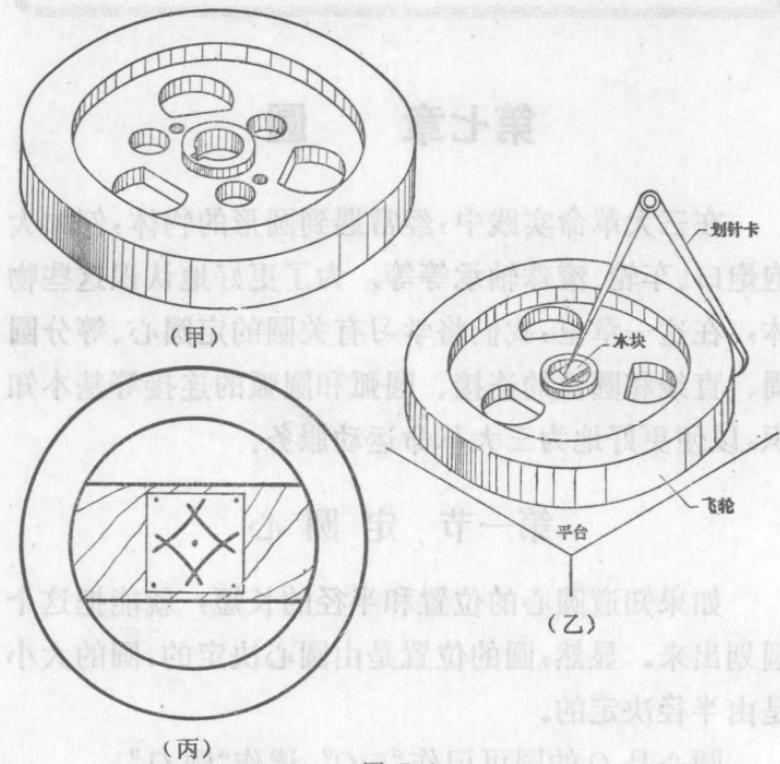

图 7-1
红心农机修造厂的广大工人，遵循伟大领袖毛主席关于“农业的根本出路在于机械化”的教导，积极为手扶拖拉机生产配套的195型柴油机。图7-1(甲)
(1) 在零件的中空处塞一木块，木块上钉一金属片；
(2) 在零件边缘取大致相对的四点，分别以这四点为圆心，以零件所要求的半径长为半径，用划针卡划四条圆弧〔图 7-1(乙)〕；
(3) 如果四条圆弧交于一点，那末这点就是所要定的圆心；如果四条圆弧不交于一点〔图 7-1(丙)〕，在围成部分的中间取一点，这点就是所要定的圆心。